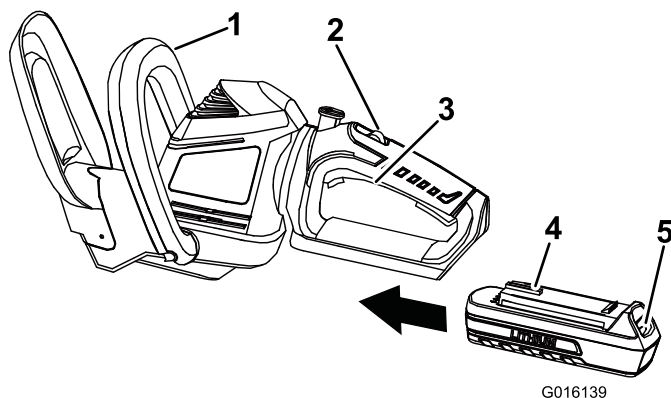

Figura 3
2. Alinee la lengüeta de la batería con el hueco correspondiente de la carcasa de la empuñadura (Figura 3).
3. Sujete la empuñadura con gatillo (Figura 3).
5. Coloque una mano en la empuñadura con gatillo. Coloque la otra mano en la empuñadura auxiliar (Figura 3).
6. Deslice el interruptor de bloqueo hacia atrás, hacia usted, luego apriete el gatillo para encender el cortasetos (Figura 3). El cortasetos permanecerá encendido mientras se apriete el gatillo. Puede soltar el interruptor de bloqueo una vez que el cortasetos esté funcionando (Figura 3).
- 1. Suelte el gatillo (Figura 3).